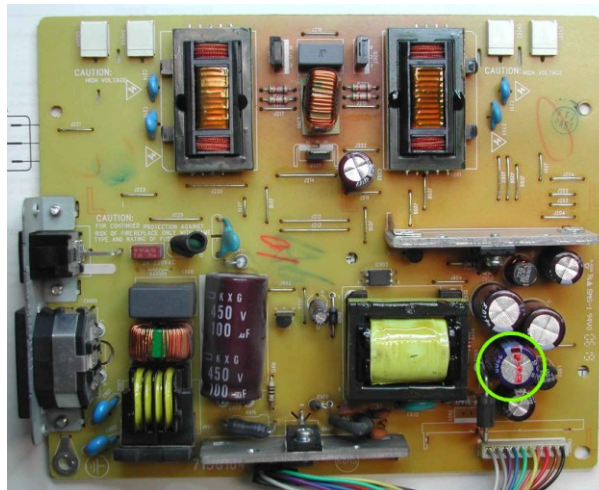
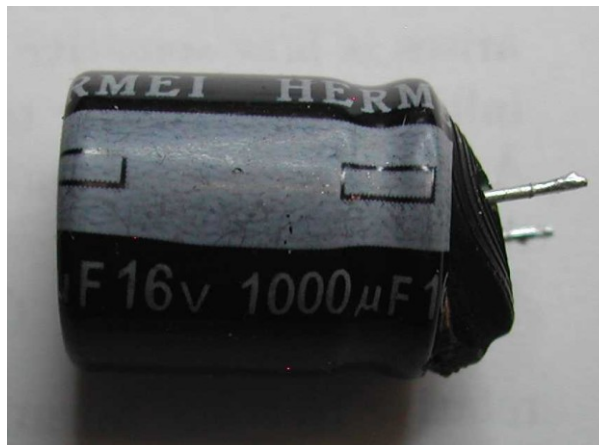

Abb. 1: Oberseite des Netzteils
Abb. 2: Defekter Elko
a) Sichtprüfung: Es sind keine der für defekte Elkos typischen, gewölbten Deckel zu sehen (Abb. 1). ESR-Meßgerät zeigt beim 1000- $\mu$ F-Elko jedoch 1,7 Ohm an - weitaus zu viel! Nach dem Auslöten wird Schaden sichtbar (Abb. 2).